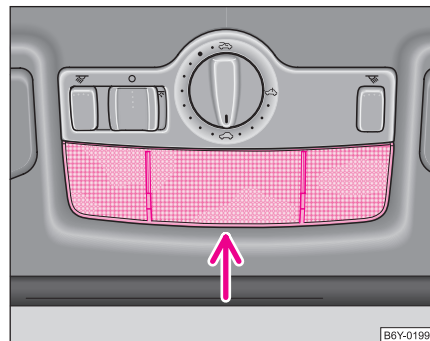

Fig. 180 Demontarea lămpii din interior
- Trageți geamul lămpii în jos (vezi săgeata) de pe carcasă ⇒ fig. 180.